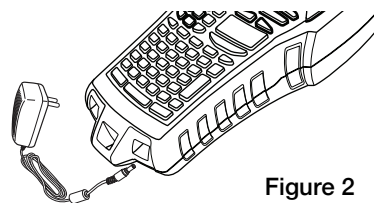

Figure 2
- 1 Branchez l'adaptateur secteur dans le connecteur d'alimentation situé au bas de l'étiqueteuse. Voir la Figure 2.